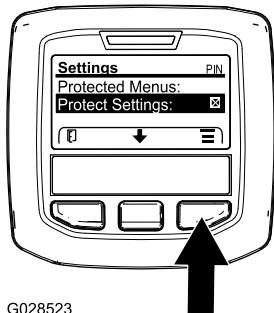

図 33
1. MAINメインメニューから中央ボタンで下へスクロールしていくとSETTINGS設定メニューがありますから、ここで右ボタンを押します 図 33。